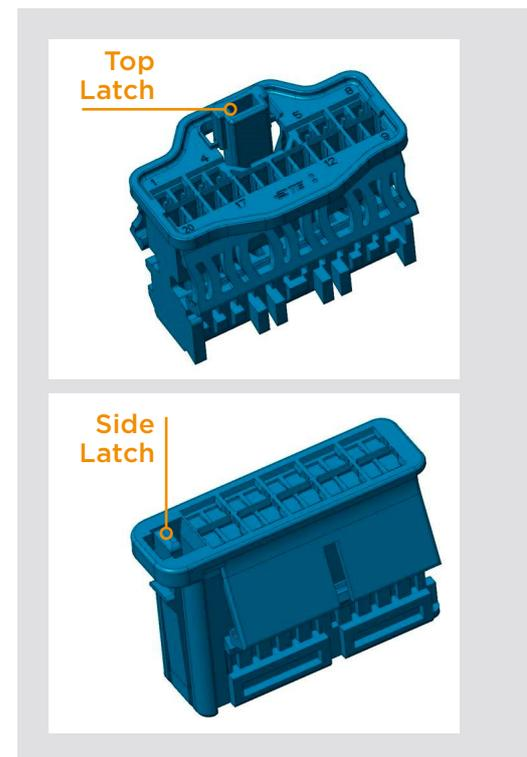

Bild 5: NanoMQS Umgehäuse: Top Latch und Side Latch Ausführung
Die NanoMQS Gehäusekomponenten (Stiftleiste und Steckverbinder) bestehen aus einem hochwertigen Thermoplast. Es gibt zwei Versionen, Top Latch (TL) und Side Latch (SL), die beide jeweils in gerader und gewinkelter Ausrichtung zur PCB verfügbar sind. Einen deutlichen Unterschied zwischen beiden Umgehäusen bildet die Positionierung der Verrastung, die bei TL mittig auf der Oberseite des Gehäuses liegt (Bild 5 oben).
Bei der noch etwas kompakteren SL-Version befindet sich das Verstelement seitlich am Gehäuse (Bild 5 unten). Die SL-Version lässt sich mit ihren bis zu 20 Positionen auch ohne Versteifungsrippen sicher verrasten.